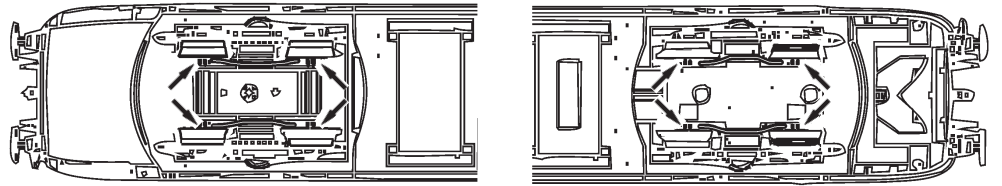

Fig. 7
**3. Haftreifenwechsel:** Zuerst die Drehgestellblende abnehmen (Fig. 7). Danach den **Radsatz** herausnehmen und die **Haftreifen** mit einer Nadel od. mit einem feinen Schraubendreher abziehen (Fig. 7). Beim Aufziehen der neuen Haftreifen darauf achten, dass diese sich nicht verdrehen.
**3. Change of traction tyre:** Remove the bogie blind (fig. 7). Take out **wheel set** and remove **traction tyre** using a pin or a fine screwdriver (fig. 7). When pressing on the new traction tyre please **avoid twisting it**.